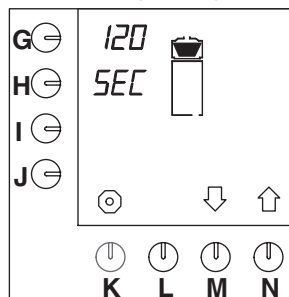

Fig. 47 Dryppetid
- Trykk på valgtasten (N.)↑ inntil fig.47 vises på displayet.